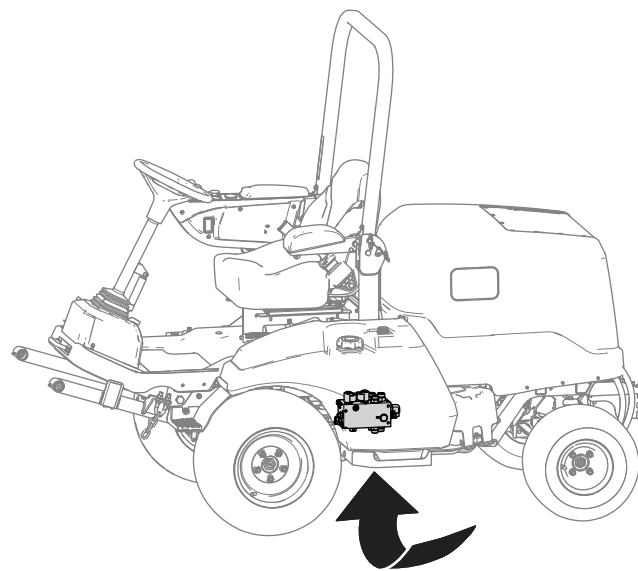

Figura 18
- Individuate il collettore di sollevamento sotto la macchina (Figura 18).